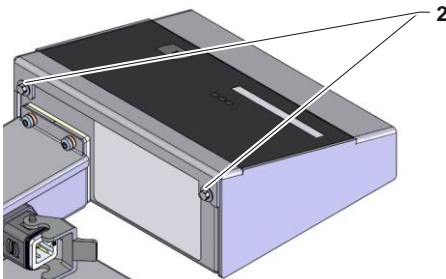

Abb. 2: Rückseite Auswerteeinheit
- Schrauben (Kennzeichnung 2 → Abb. 2) lösen.